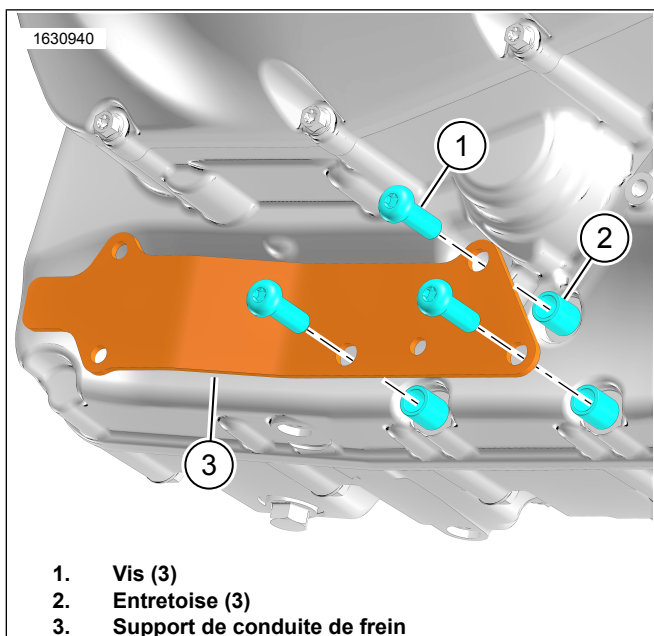

Figure 16. Support de conduite de frein
6. Voir la Figure 16. Installez le support de conduite de frein (3).
7. Appliquez de l'adhésif frein-filet sur les vis (2).